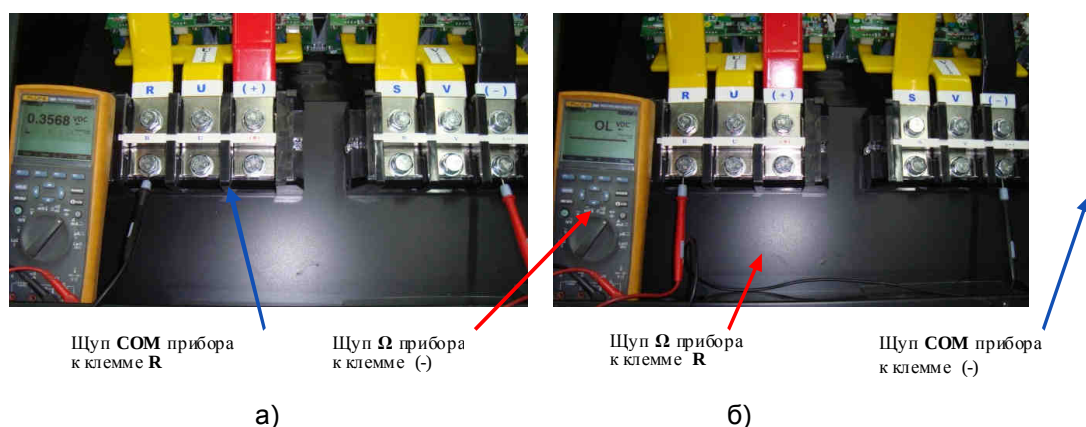

Рис. 4.6.
- 4.7.1.1. Установить мультиметр в режим «Прозвонка диодов». Проверить цепь «->» - «R». При исправных модулях цепь должна звониться как «диод»: при прямой проводимости показания прибора должны быть в диапазоне 0,3 – 1,0 и должен звучать короткий звуковой сигнал (рис.4.6 а); при обратной проводимости - «обрыв цепи» (рис.4.6 б).